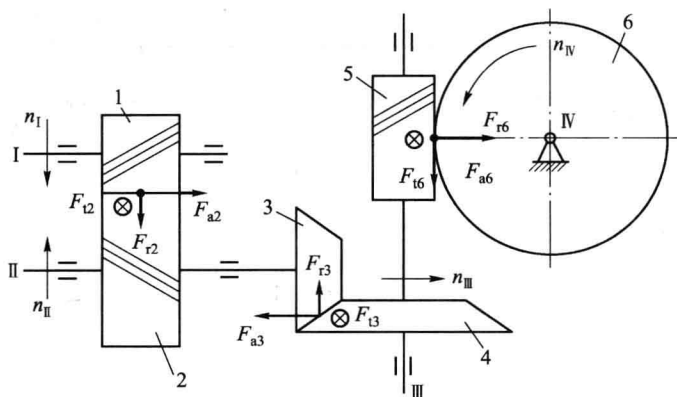

图 6.16
(1) 为使各中间轴上传动件的轴向力相互抵消一部分, 斜齿轮 1 的螺旋线方向为左旋, 斜齿轮 2 的螺旋线方向为右旋, 蜗杆 5 和蜗轮 6 的螺旋线方向都为右旋, 如图 6.16 所示。
(2) 斜齿轮 2、锥齿轮 3 及蜗轮 6 所受各分力及方向如图 6.16 所示。
(3) 各传动件的传动方向如图 6.16 所示。